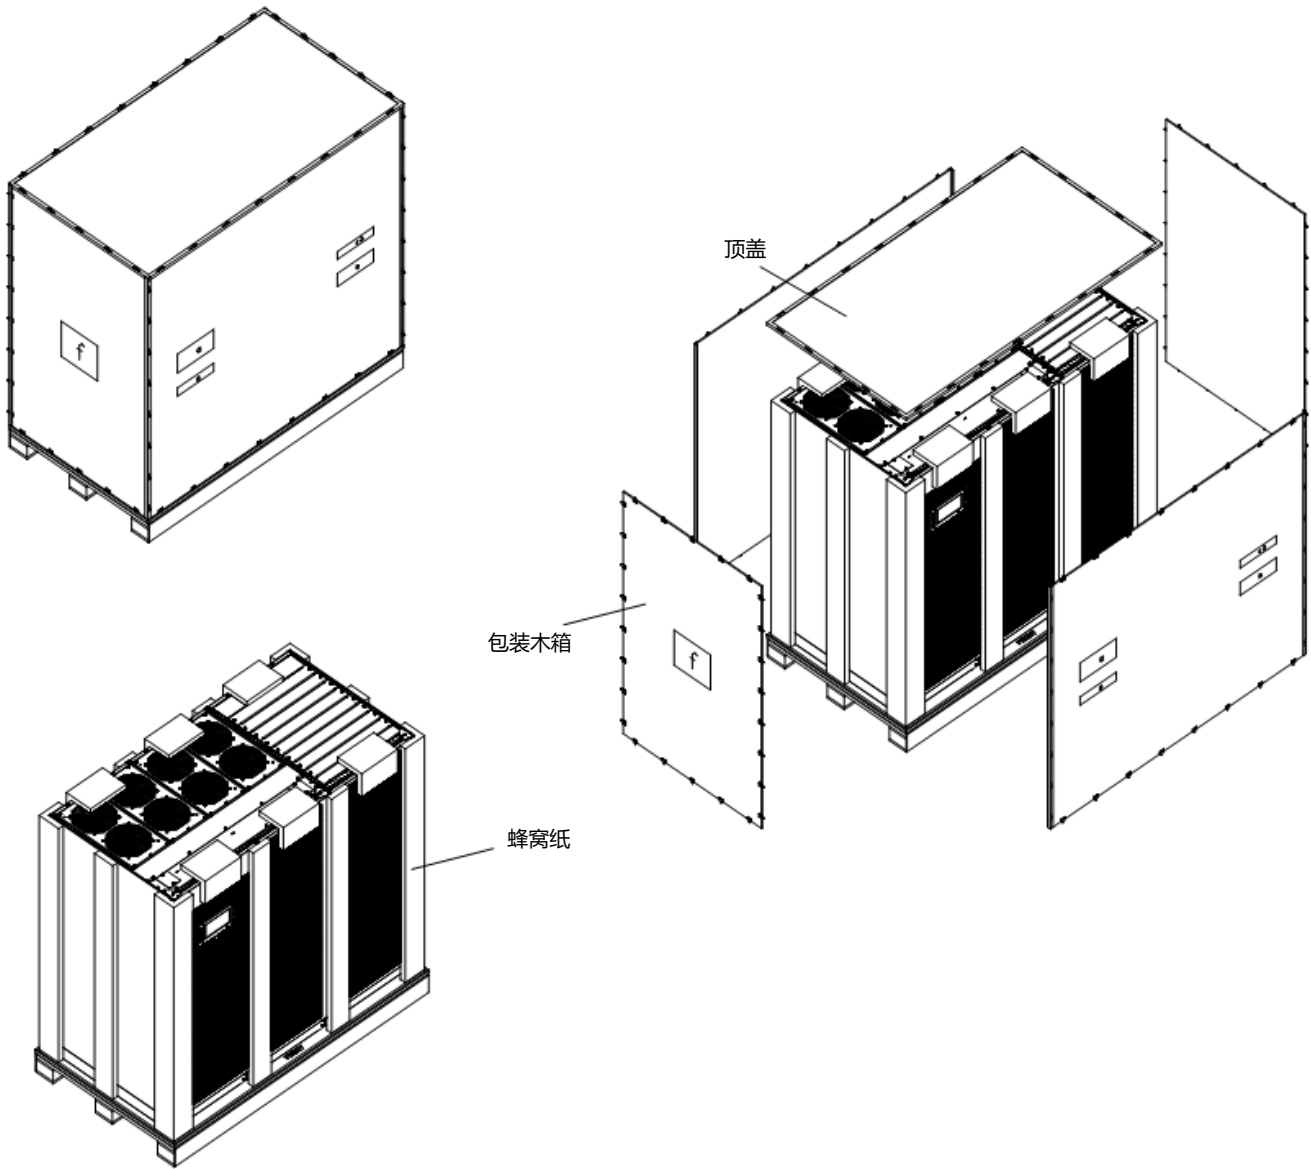

图 2-2 拆除包装木箱及顶盖，拆掉蜂窝纸板、撕开机柜表面塑料薄膜
1. 拆开包装木箱。拆掉顶盖，然后拆除蜂窝纸板，揭开机柜表面塑料薄膜。如图 2-2 所示。